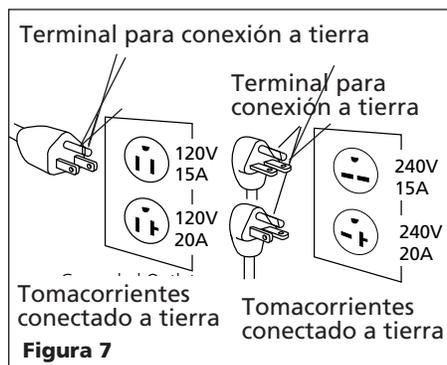

Figura 7
1. Este producto debe tener una conexión a tierra. En el caso de que ocurra un cortocircuito, la conexión a tierra reduce el riesgo de un choque eléctrico proporcionándole un cable de escape para la corriente. La unidad está equipada con un cable con una terminal para la conexión a tierra. La misma calzarán en uno de los tipos de tomacorrientes mostrados en la Figura 7. Si el enchufe no calza en el tomacorriente deseado, haga que un electricista calificado reemplace el enchufe o el tomacorriente.
1. Si el enchufe del cordón eléctrico no le parece familiar o si no entra en el tomacorriente, la Figura 7 le permitirá familiarizarse con éstos y con los voltajes necesarios para los mismos.